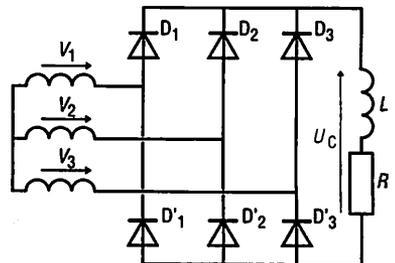

Fig. 23 : Courbe d'un redresseur en pont triphasé.
5.2. Redressement double alternance (fig. 23)